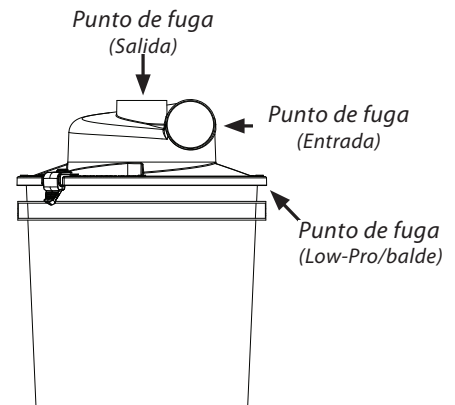

FIG. 5
5. Revise [FIG. 5] para puntos comunes de fuga de aire.